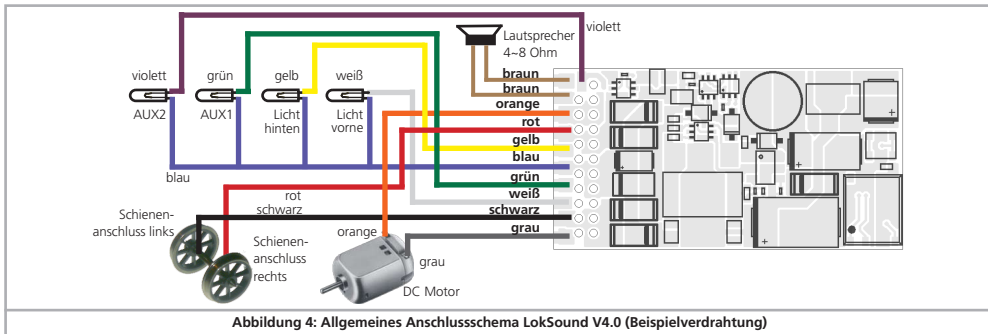

Abbildung 4: Allgemeines Anschlussschema LokSound V4.0 (Beispielverdrahtung)
- a) Die Lampen / Funktionen sind mit Ihrem gemeinsamen Anschluss gegenüber dem Lokgehäuse isoliert (also potentialfrei). Der dann nötige Anschluss wird in Abb. 4 am Beispiel AUX1 und AUX2 dargestellt. Voraussetzung hierfür ist, dass die Funktionen in der Lok potentialfrei sind, d.h. außer zu den Funktionsausgängen keine weiteren elektrisch leitenden Verbindungen besitzen. Die bei diesem Anschluss an den Funktionsausgängen anliegende Spannung ist um ca. 1,5V niedriger als die Schienenspannung. Das blaue Kabel ist hierbei der „Plus-Pol“, der Funktionsausgang selbst der „Minuspol“.
Wie in Abbildung 4 gezeigt, ist auch ein „Mischbetrieb“ erlaubt.